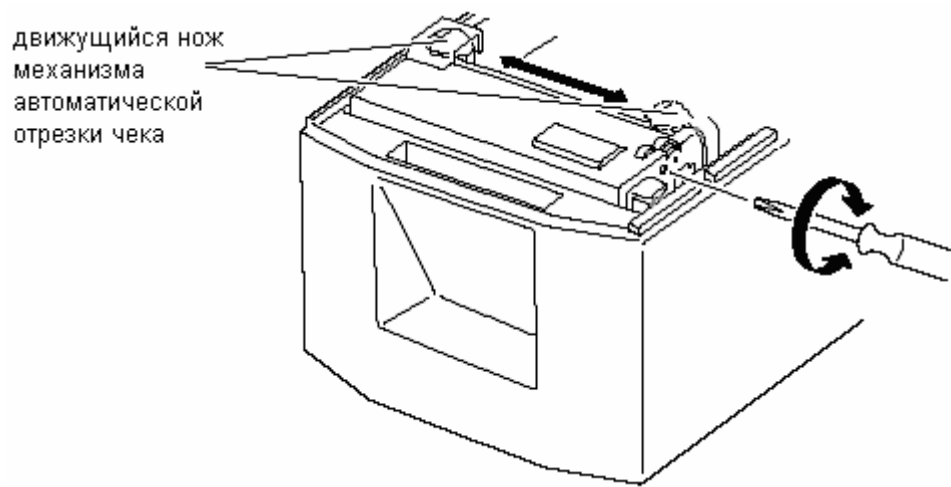

Рисунок 7.14 - Винт регулировки ножа автоматической отрезки чека
7.6.3.5 Если нож механизма автоматической отрезки слишком далеко выступает наружу из щели, верхняя крышка не может открыться. Попытки открыть верхнюю крышку с применением дополнительного усилия могут привести к повреждению механизма автоматической отрезки чека. В этом случае, для того чтобы открыть верхнюю крышку, следует повернуть винт (Рисунок 7.14) с помощью отвертки крестовой и вернуть нож механизма автоматической отрезки в исходное положение.